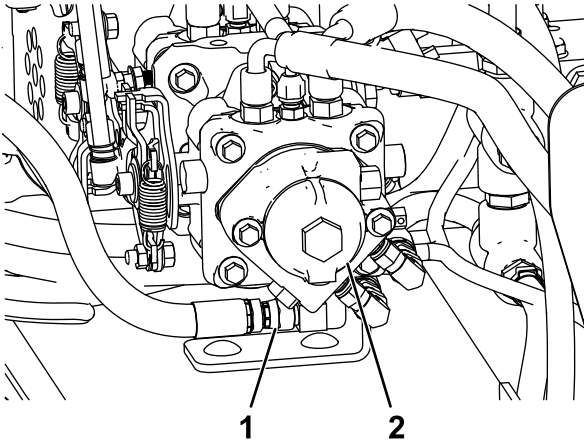

Figure 50
3. Localisez le flexible qui relie le filtre hydraulique et la pompe hydraulique, et placez un bac de vidange sous le raccord du flexible sur la pompe hydraulique (Figure 50).